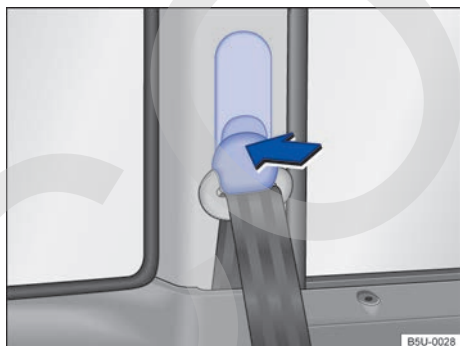

Fig. 53 Junto a los asientos delanteros: regulador de la altura del cinturón de seguridad.
- Presione el dispositivo regulador en el sentido de la flecha y manténgalo presionado → **fig. 53**.